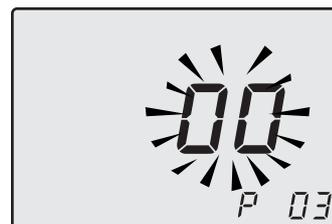

Рисунок 9.19
- Нажмите кнопку 17, чтобы перейти к параметру **P03** и вывести на дисплей соответствующее заданное значение: **00** = пластинчатый теплообменник горячего водоснабжения (Рисунок 9.19).